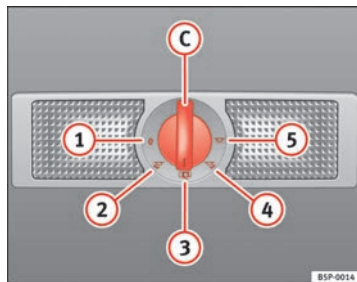

Fig. 78 Revestimiento interior del techo: iluminación interior y de lectura de la parte trasera del habitáculo.
Con el mando ⇒ fig. 78 C puede seleccionar las siguientes posiciones:
Con el mando en la posición ⇒ fig. 78 ① la luz interior y las de lectura están apagadas.